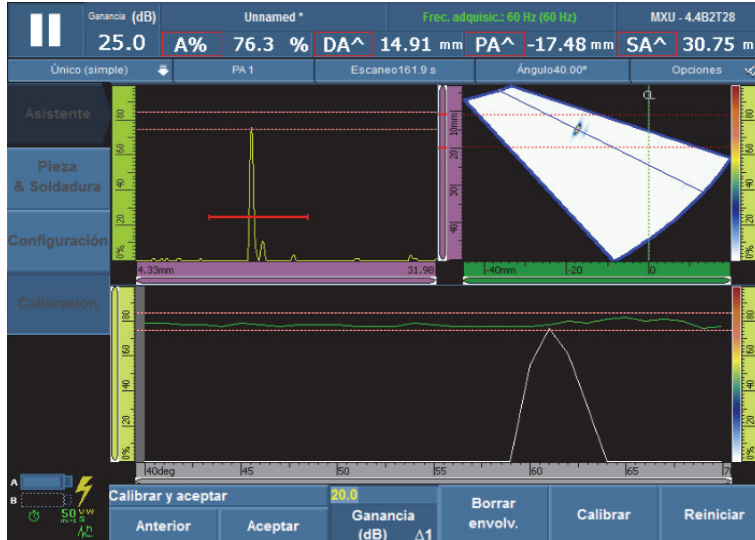

Figura 5-14 Creación de la envolvente para la calibración de la sensibilidad
- a) Desplace la sonda lentamente hacia adelante y hacia atrás sobre el bloque de calibración, pasando por el reflector, para crear una envolvente uniforme con valores de 0 % al 100% para los ángulos/VPA. Véase la Figura 5-14 en la página 144.